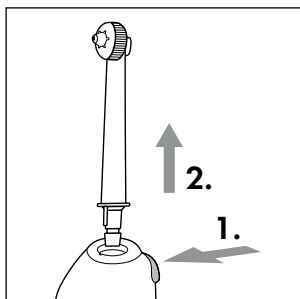

Fig. 3
- ◆ Pour retirer la canule **2** appuyez sur le bouton de déverrouillage **1** sur le manche **5** et retirez ensuite la canule **2** du manche **5** (voir fig. 3).